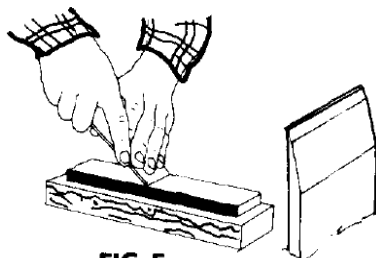

FIG. 5
(A) Placer le biseau de 25° à plat sur la pierre à huile et soulever de 5° pour atteindre l'angle d'affûtage de 30° (Fig. 5).